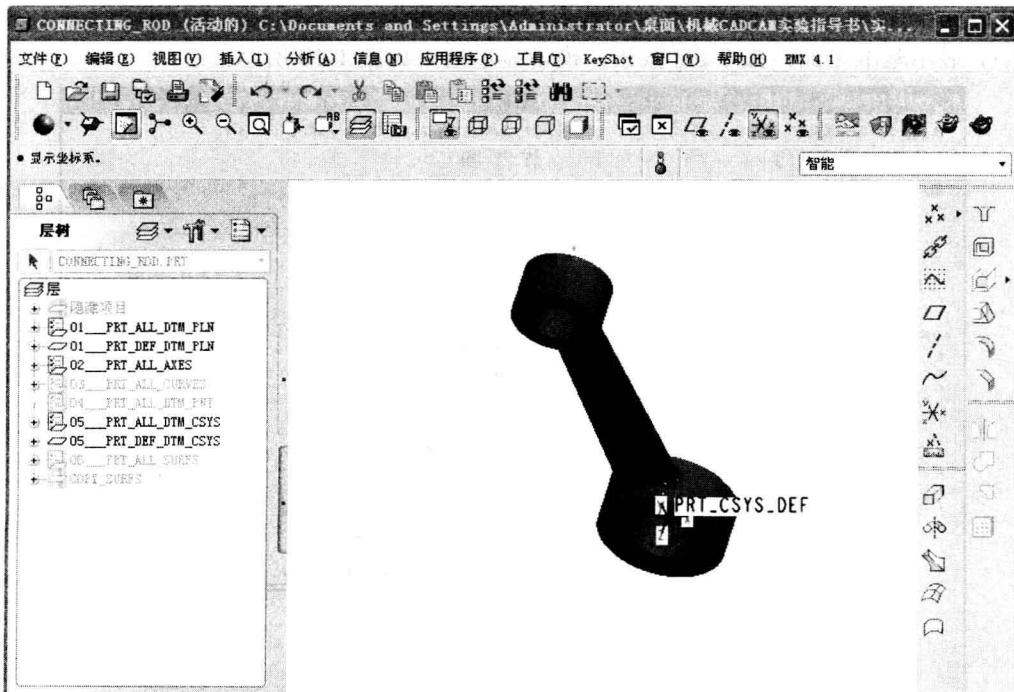

图 1-12 显示基准坐标系
(3) 显示基准坐标系：按下 按钮，模型显示效果如图 1-12 所示。